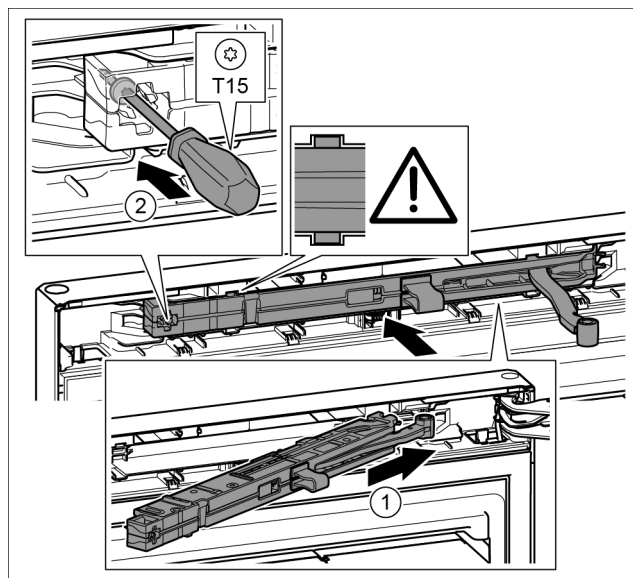

Fig. 47
- ▶ Вставить узел амортизатора со стороны опорного кронштейна в выемку до упора под наклоном. Fig. 47 (1)
- ▶ Затянуть винт отверткой T15. Fig. 47 (2)